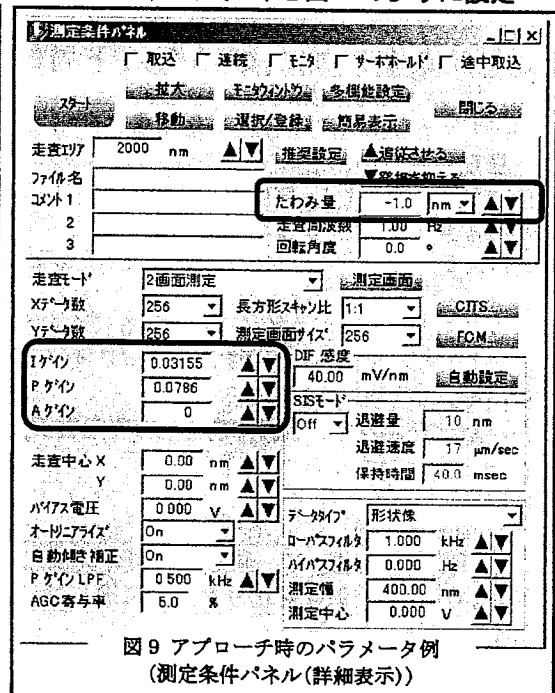

図 9 アプローチ時のパラメータ例 (測定条件パネル (詳細表示))
- (1) [測定]で[イメージ]を選択→[アプローチ]および[測定条件パネル]表示
- (2) [測定条件パネル] (詳細表示) のパラメータ (たわみ量, I ゲイン, P ゲイン, A ゲイン) を図 9 のように設定